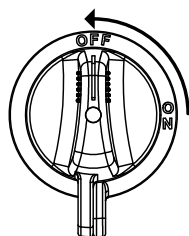

Figure 51. Interrupteur de batterie OFF (ARRÊT)
5. Placez le **commutateur de la batterie** (Figure 51) en position **OFF (ARRÊT)**.